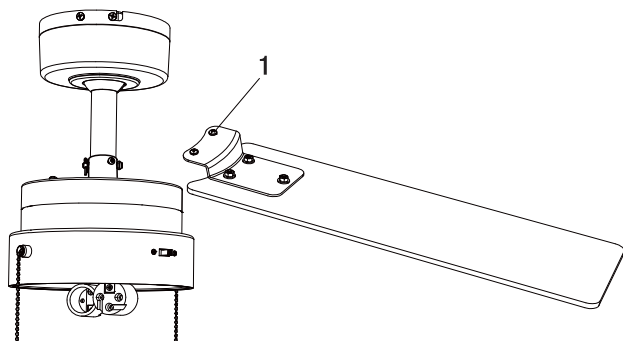

Figura 7
- Coloque el soportes las aspas (D) por encima del motor, de modo que los tornillos preinstalados en el soportes las aspas encajen en los orificios del motor (Figura 7). Apriete los tornillos preinstalados (1) del soportes de las aspas.